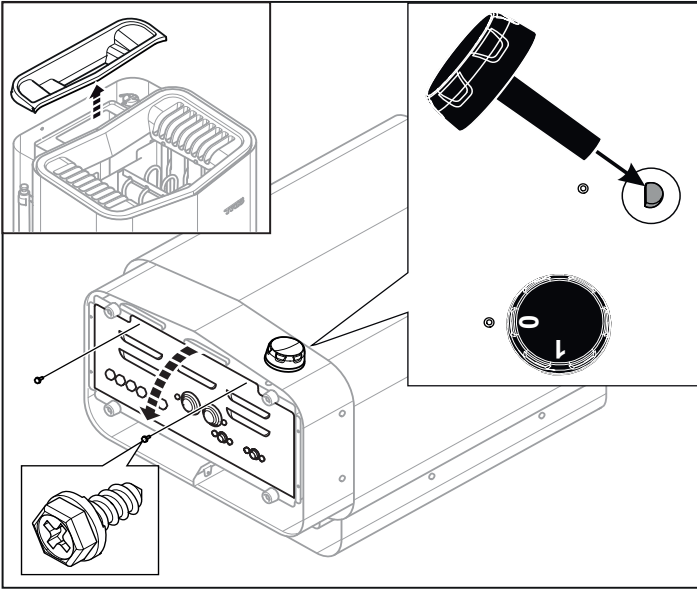

Fig 9: Öppna/stänga luckan
2. Ta bort locket till vattentanken och lägg aggregatet med fronten upp. Montera vredet (se Fig 9).
3. Lossa skruvarna och öppna luckan (se Fig 9).
8. Stäng luckan och skruva i skruvarna (se Fig 9).